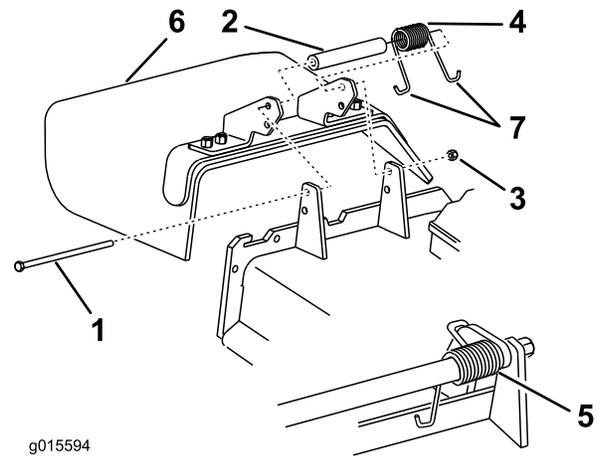

Bild 90
1. Entfernen Sie die Sicherungsmutter, Schraube, Feder und das Distanzstück, mit denen das Ablenklech an den Drehhalterungen befestigt ist (Bild 90).
Hinweis: Achten Sie darauf, dass 1 J-förmiges Federende hinter der Mähwerkseite installiert wird, bevor Sie die Schraube wie in Bild 90 gezeigt einsetzen.
6. Führen Sie das J-förmige Hakenende der Feder um das Ablenklech (Bild 90).